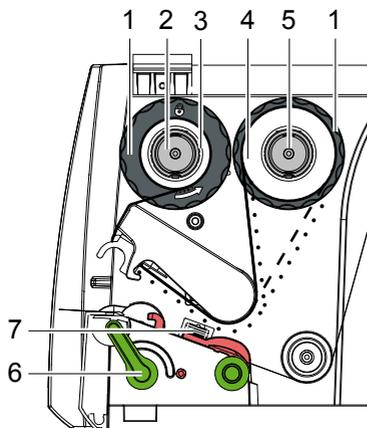

Figura 12 Percorso del nastro transfer
5. Adattare la posizione sull'avvolgitorino del regolatore dei bordi alla larghezza dell'anima (3), e fare scivolare quest'ultima sull'avvolgitorino (2).
6. Condurre il nastro transfer attraverso la meccanica di stampa come rappresentato nella figura 12.
► **Condurre il nastro transfer attraverso il sensore etichette (7).**
7. Incollare il pezzo iniziale del nastro sull'anima (3) utilizzando del nastro adesivo. Assicurarsi che la direzione di rotazione dell'avvolgitore sia quella oraria.
8. Ruotare l'avvolgitore (2) in senso antiorario, per calandrare il nastro transfer.
9. Spingere verso il basso l'angolo di addendum e ruotare la leva (6) in senso orario, per bloccare la testina di stampa.